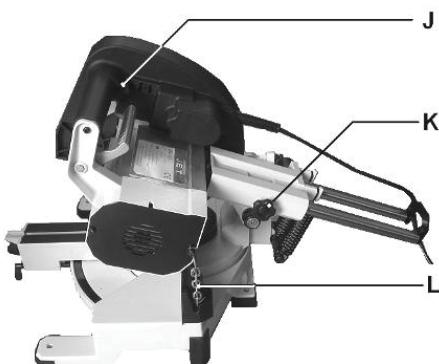

Рис. 2
• Закріпіть затискний гвинт (K, Рис. 2).
- Закріпіть санчата гвинтом (K, Рис. 2) . Голова пилки повинна бути зафіксована під час транспортування
- За допомогою вимикача (J , Рис. 2) на рукоятці верстата запускається, якщо відпустити вимикач, верстата зупиняється.
- Звільніть затискний гвинт (K , Рис. 2).